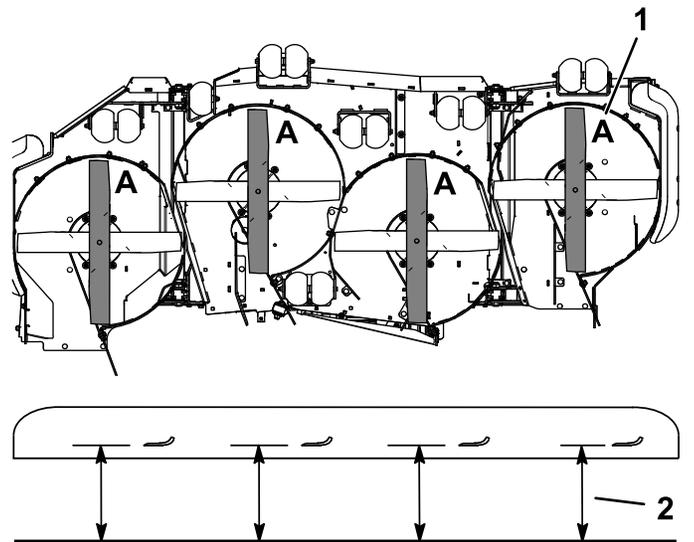

Figure 77
3. Tournez les lames dans le sens longitudinal (Figure 77).
4. Mesurez la distance entre la surface plane et le tranchant (position A) des lames (Figure 77).